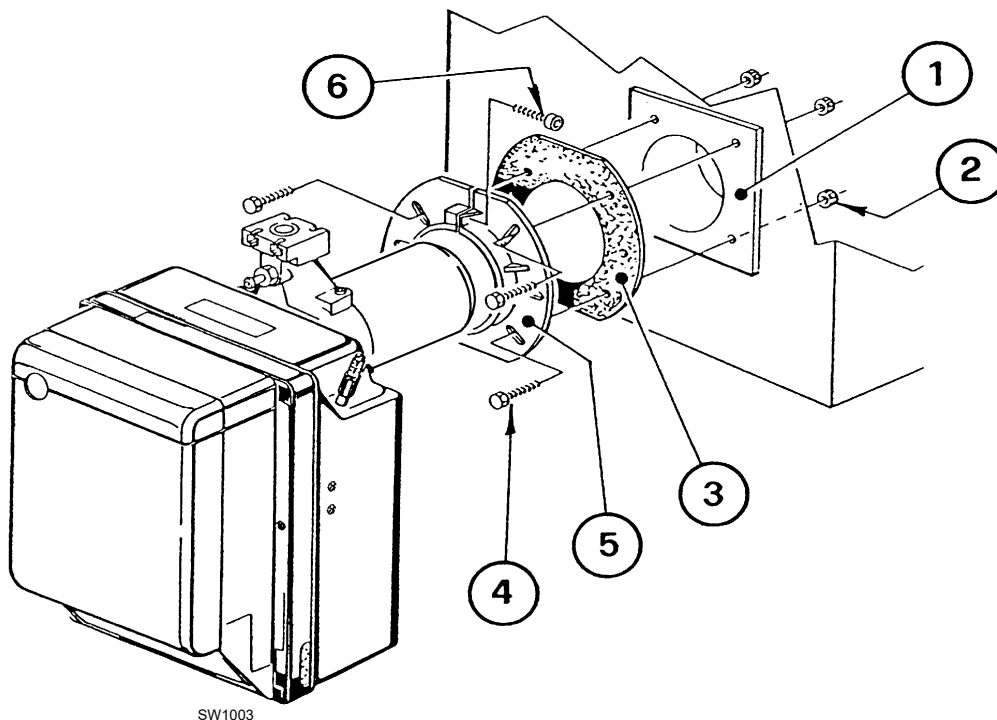

Abb. 10
- Mit den Schrauben 4) und (falls erforderlich) den Muttern 2) den Flansch 5) an der Kesseltür 1) (Abb. 10) mit der Isolierdichtung 3) montieren, aber eine der beiden oberen Schrauben 4) lockern.